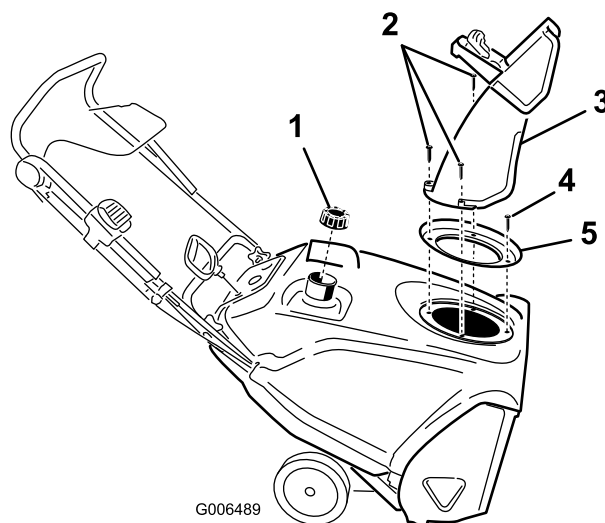

Bild 24
3. Nehmen Sie den Auswurfkanal, den Auswurfkanalgriff und die Auswurfkanaldichtung, indem Sie die drei großen und eine kleine Schraube entfernen (Bild 24).